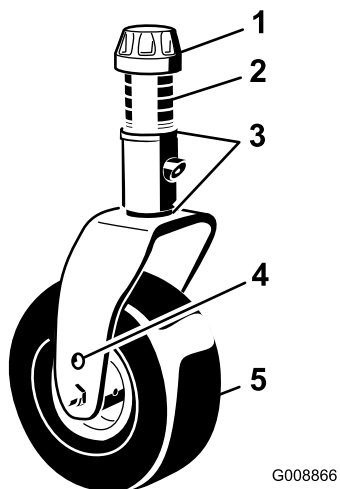

Figure 22
6. Installez les cales (comme à l'origine) et les entretoises restantes sur l'arbre (Figure 22).
7. Fixez l'ensemble avec le chapeau de tension (Figure 22).